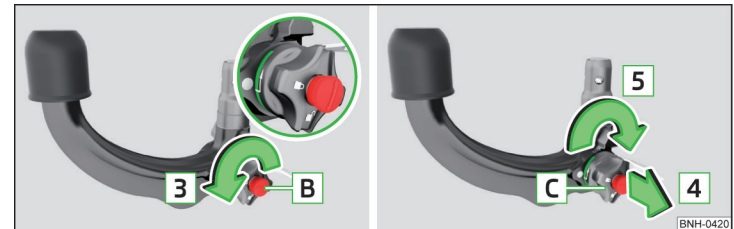

Abb. 218 Bereitschaftsstellung einstellen
- Den Schlüssel **B** in Pfeilrichtung **3** bis zum Anschlag drehen, sodass der Pfeil am Schlüssel zum Symbol  » Abb. 218 zeigt.